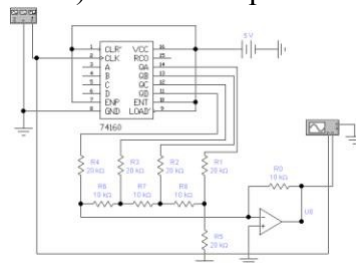

Рис. 3. Четырехразрядный ЦАП лестничного типа на базе счетчика 74160.
Вариант ЦАП с использованием в качестве коммутирующего устройства двоично-десятичного счетчика 74160 (K155ИЕ9) показан на рис. 3.
Соберите схему, изображенную на рис. 3;
Используя формулу(1) и параметры схемы рис. 3, рассчитайте эквивалентное выходное напряжение;